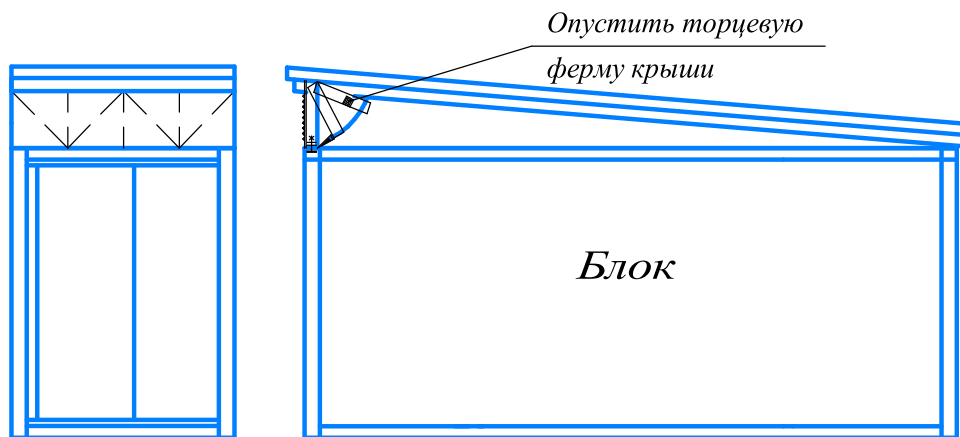

Рисунок 12
3.4.3 Приподнять передний край крыши блока ("перед"-это высокое место ската крыши) и повернуть торцевую ферму крыши в вертикальное положение, оперев ее на раму потолка и закрепив болтами(смотри рисунок 12).